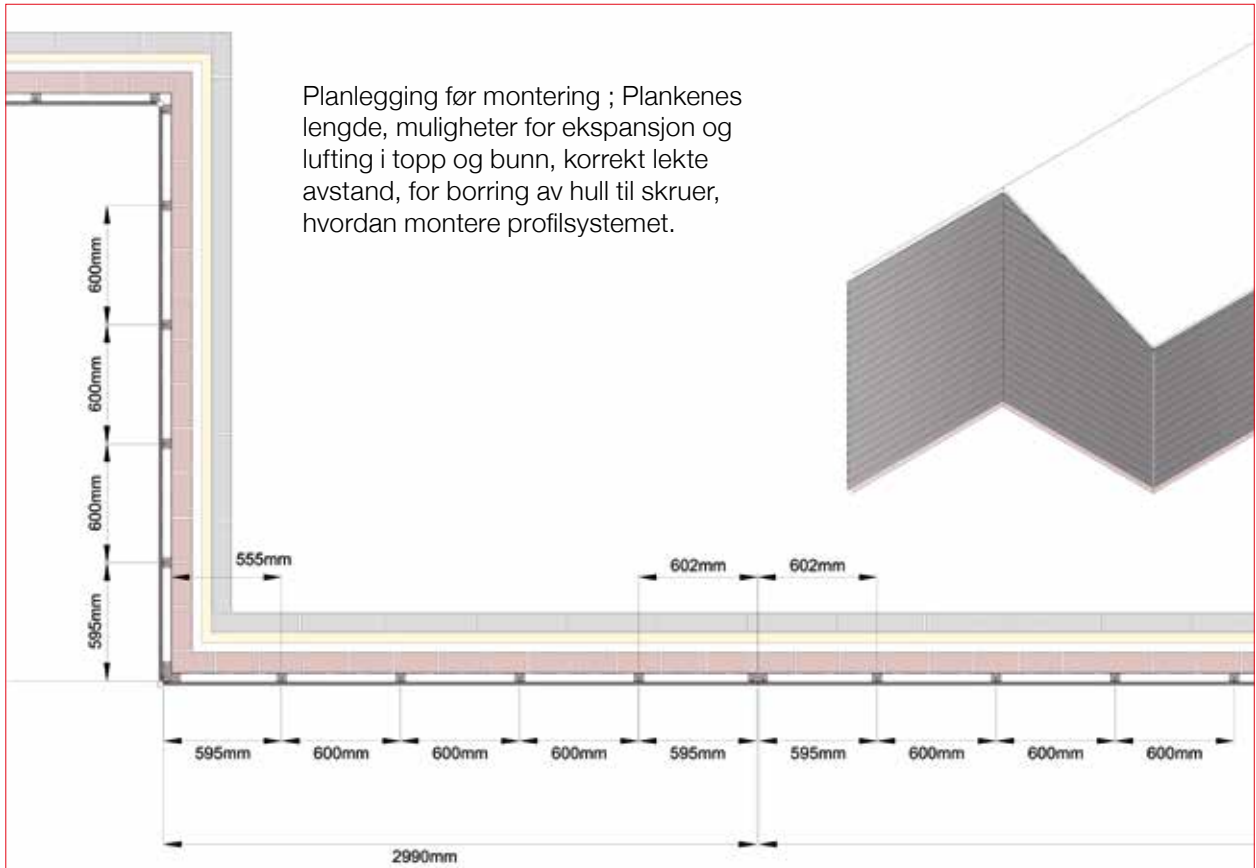

Fig. 3 – Eksempel på kledningsplan
- Kledning designplan (se fig. 3)
- Det er viktig å legge en beslags plan i forkant, for å sikre at rammeposisjonen stemmer overens med kledningsfestepunktene (se eksempel i fig. 3)